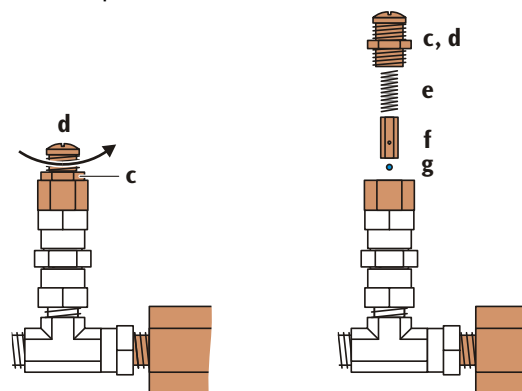

Fig. 7: Smontaggio della valvola di sicurezza.
- Allentare il controdamo (apertura chiave 14) della valvola di sicurezza e svitare il cappuccio della valvola con un cacciavite (ved. Fig. 7).